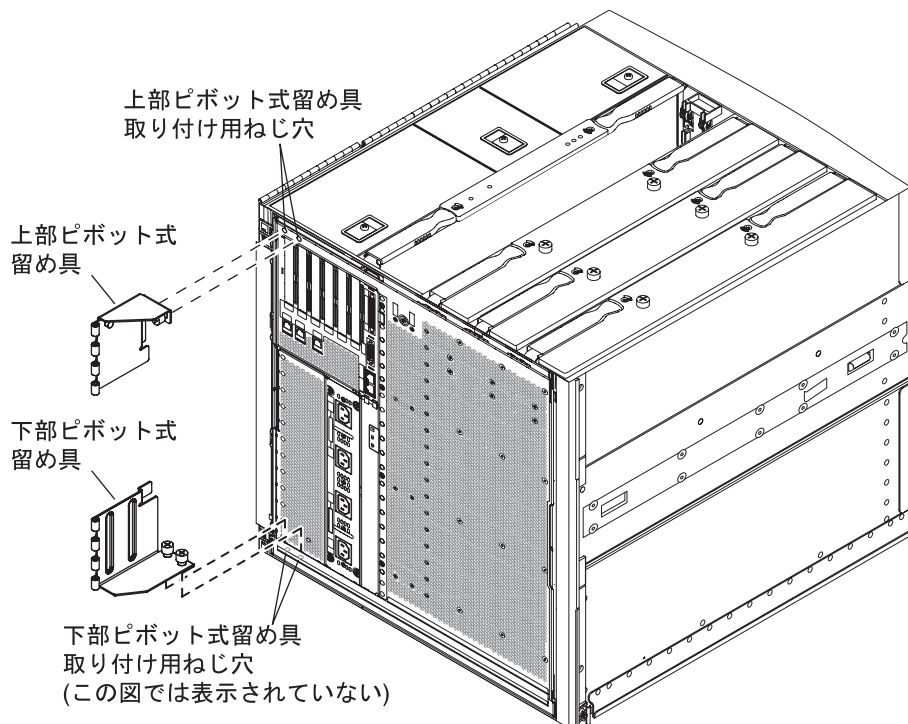
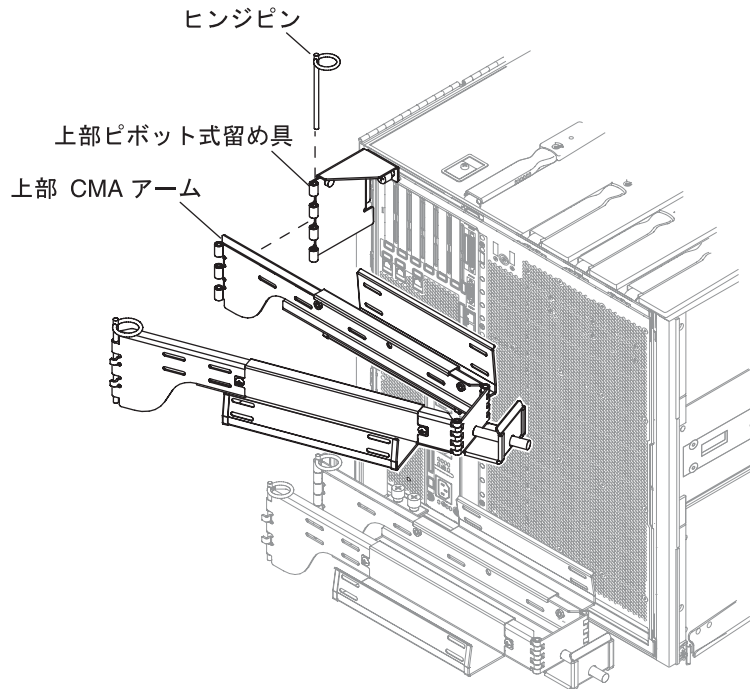
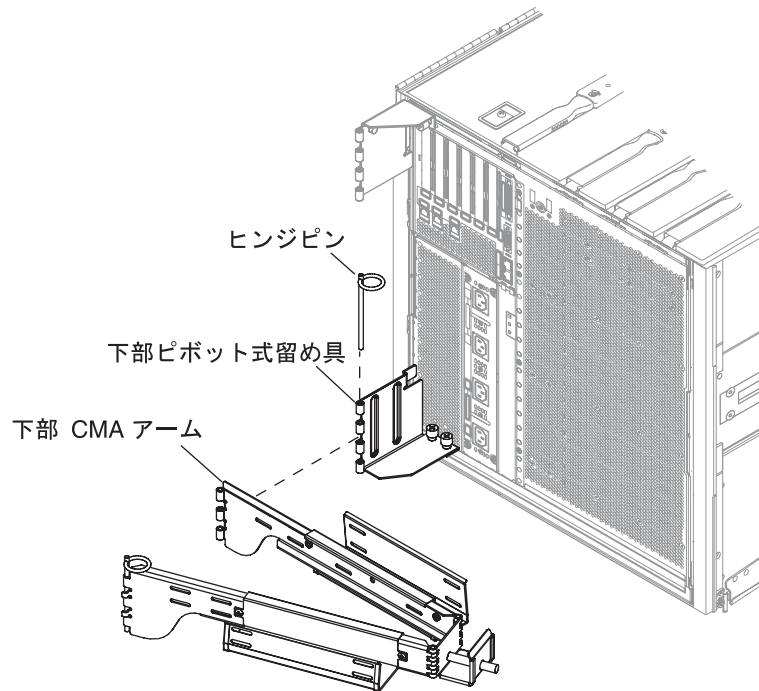

図 1-20 上部および下部のピボット式留め具の取り付け用ねじ穴
図 1-21 上部の CMA アームおよびピボット式留め具の取り付け
図 1-22 下部の CMA アームおよびピボット式留め具の取り付け
2. 2本の脱落防止機構付きねじを使用して、ピボット式留め具をサーバーシャーシの左側上部に固定します。図 1-20 および図 1-21 を参照してください。
4. 2本の脱落防止機構付きねじを使用して、ピボット式留め具をサーバーシャーシの左側下部に固定します。図 1-20 および図 1-22 を参照してください。